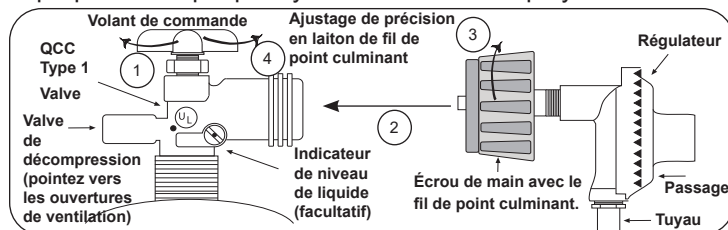

Fig. 6-1 Type coupleur de fil de point culminant d'I
- Le montage du régulateur de pression et le flexible (Fig. 6-1) fourni avec cet appareil au gaz en plein air (modèles au propane seulement) doit être utilisé. Assemblées d'origine et régulateur de pression et le tuyau de remplacement doivent être ceux spécifiés par le fabricant pour le raccordement d'un dispositif de cylindre de liaison identifiée comme de type I par le ANSI Z 21.58/CGA 1.6 (voir liste des pièces pour les informations de commande).
Pour débrancher: Tournez l'écrou de main dans le sens contraire des aiguilles d'une montre jusqu'à isolé (fig. 6-1).